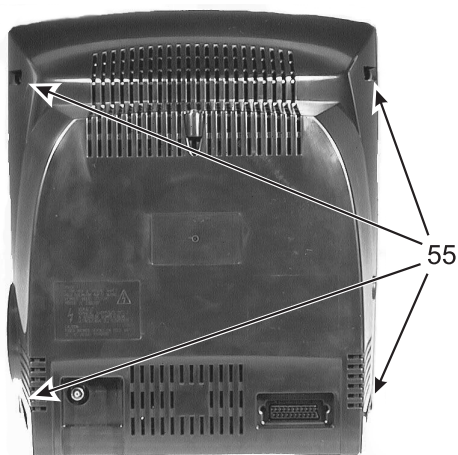

Figura 4-2
1. Quitar la pared trasera tras aflojar los 4 tornillos 55 (ver figura 4-2).